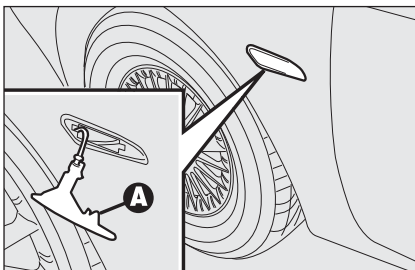

fig. 30
- pousser à main le transparent dans le sens contraire à la direction de marche de la voiture de façon à comprimer le ressort de fixation **A-fig. 30**. Dégager la partie avant et enlever le groupe;
- insérer le porte-ampoule **B** dans le transparent **C** puis placer le groupe en vérifiant le déclic du ressort de fixation **A-fig. 30**.